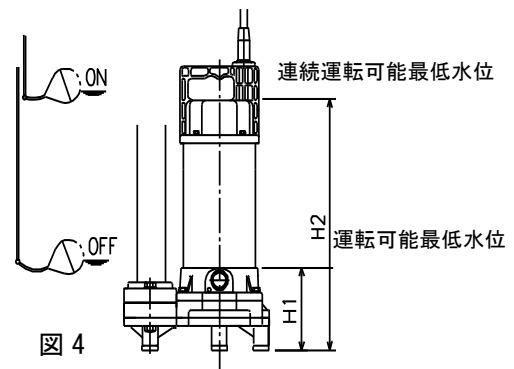

図4
- (8) 非自動形ポンプ(DWV 型)はフロートによる自動運転装置が内蔵されていませんので、ポンプ運転水位には充分注意してください。ポンプの空運転がない様に図4の如く、必ず自動運転装置を設け水位設定をお願いします。運転可能最低水位での連続運転は10分以内にしてください。これ以上長く運転しますと、電動機内蔵のオートカットが作動しポンプが停止します。